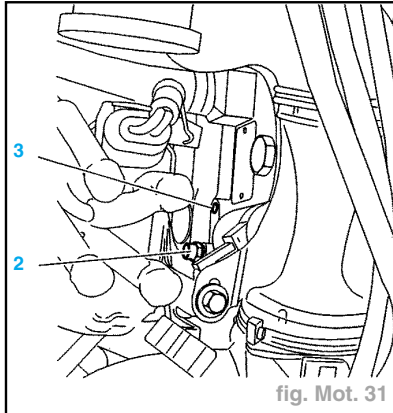

fig. Mot. 31
- dévisser légèrement la vis de pointeau (2) (fig. Mot. 31),
- contrôler la valeur du pas du moteur pas à pas ; à l'aide de l'outil (1).
- visser légèrement la vis pointeau (2),